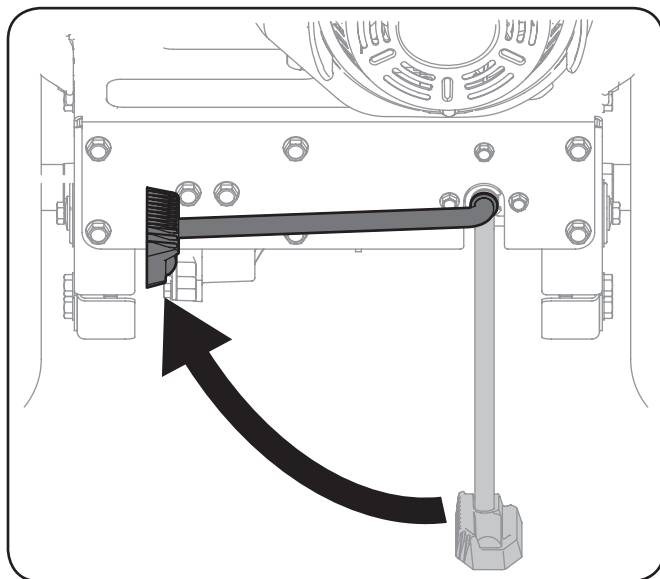

Figura 4-1
1. Con el soporte en la posición UP (arriba) en la unidad de la base de potencia FLEX™, como se indica en la Figura 4-1, hágalo girar hacia el accesorio soplador de hojas.